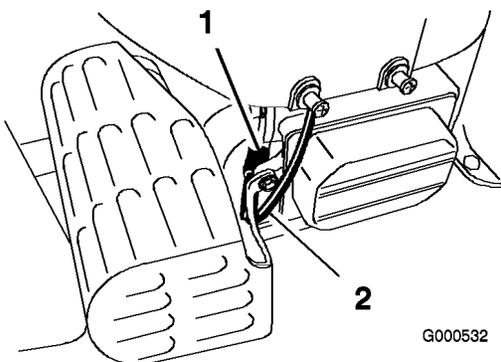

Figure 28
- Débranchez le fil de la bougie (Figure 28). Nettoyez la surface autour de la bougie pour éviter que des impuretés n'endommagent le moteur en tombant à l'intérieur.
- Reconnectez le fil à la bougie (Figure 28).